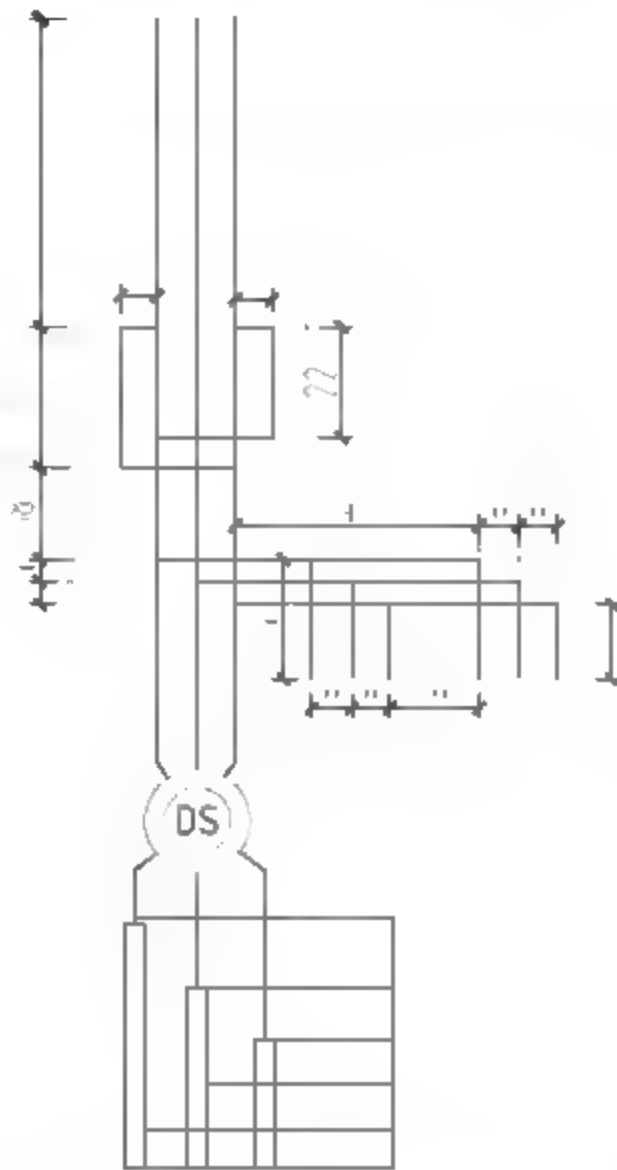

图11-7 绘制连接线路
**07** 调用PL【多段线】命令，绘制如图11-7所示的连接线路。